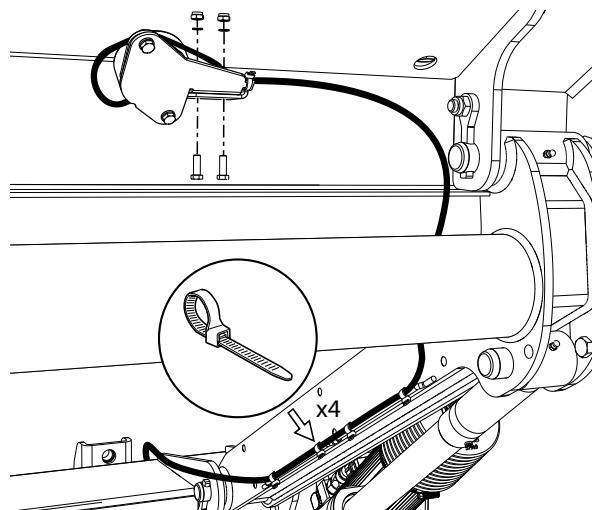

Imagen 46. Montaje de sensor de ángulo
1. Montar el sensor de ángulo en la plataforma, utilizar los tornillos, las tuercas y las arandelas proporcionados y sujetar el cable con bridas para cables, véase Imagen 46.